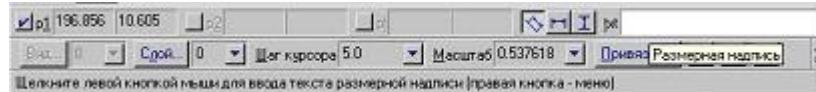

Рис. 11.
25. Введите обозначение диаметра окружности. В строке состояния щелкнуть ЛКМ в поле txt (рис. 11)